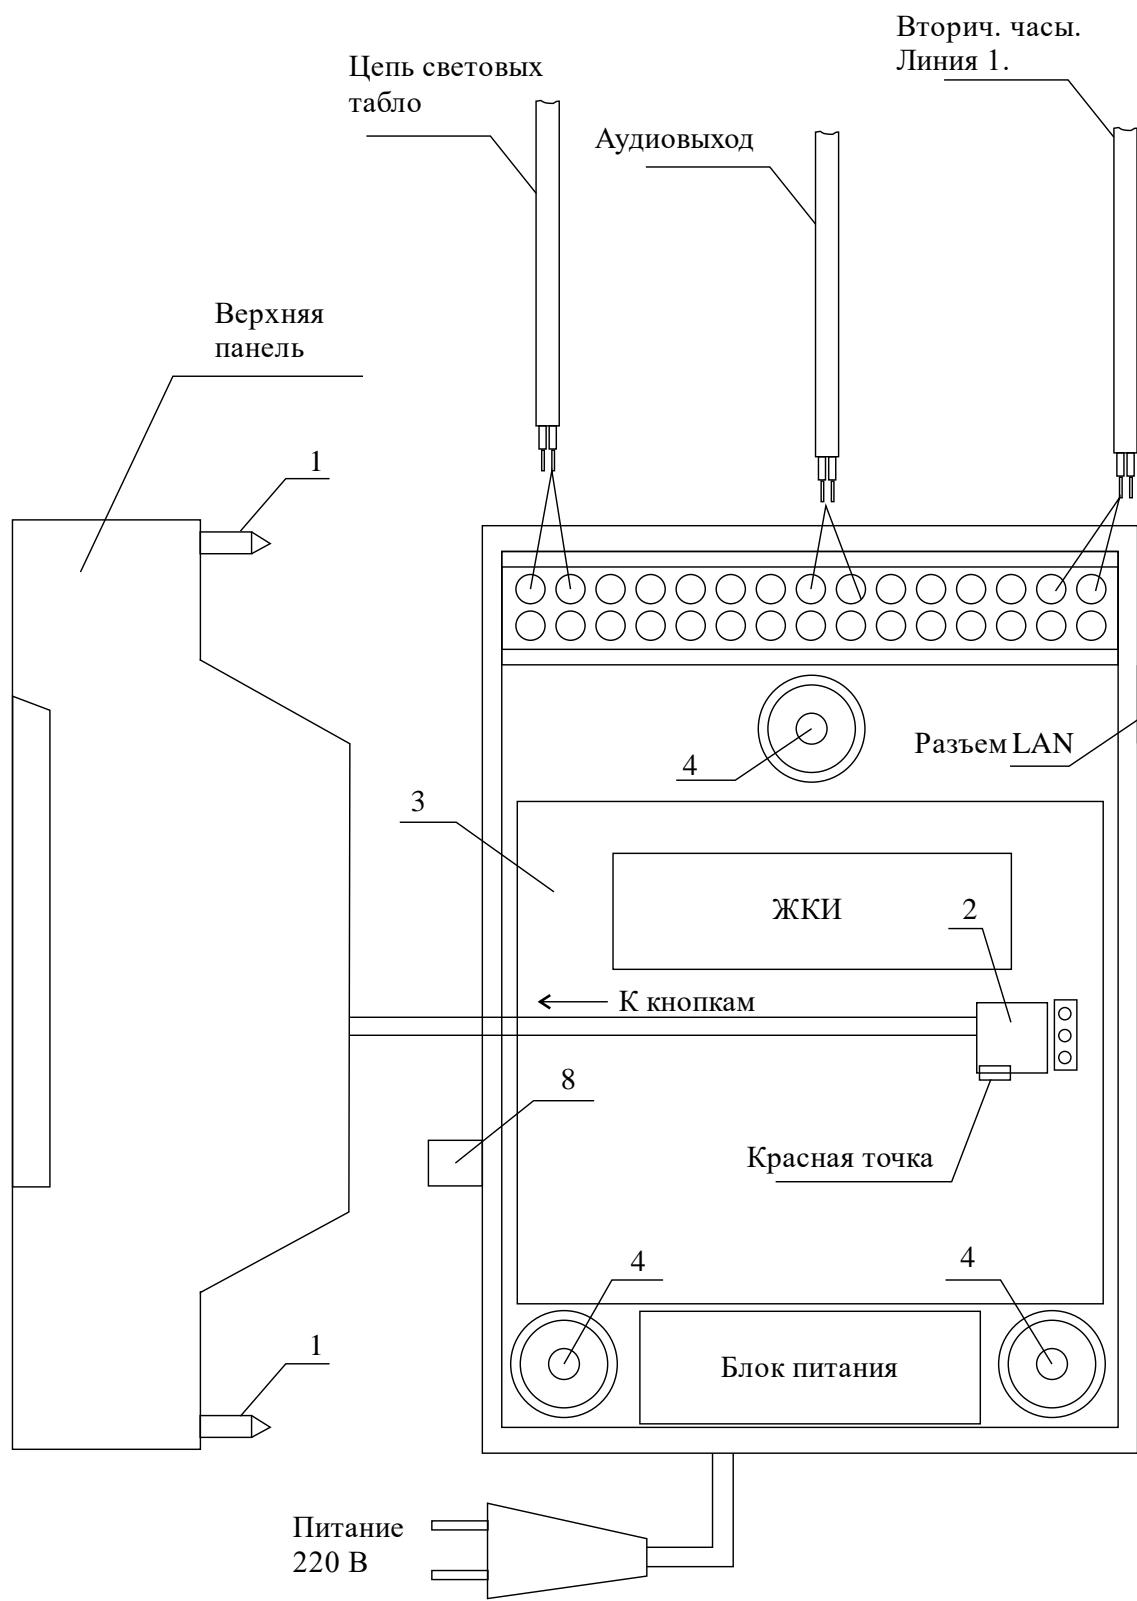

Рис. 1
4.1. Выверните четыре винта 1, расположенных на верхней панели ЧС (см. Рис.1). Снимите верхнюю панель и отсоедините разъем 2, соединяющий кнопки с печатной платой 3.
4.4. Подсоедините линию вторичных часов и кабель от линейного входа усилителя к клеммной колодке станции как показано на рис.1. Полярность подключения кабеля часовой линии произвольна; при подключении кабеля линейного входа усилителя экран или общий провод этого кабеля подключить экрану кабеля, приходящего к клеммам от печатной платы станции.
4.5. Подсоедините кабель цепи включения светового табло как показано на рис. 1 и рис. 2. В соответствии с рисунком для питания светового табло должно использоваться внешнее напряжение 220 В. Внимание! Ток управления световыми табло ограничен (см. п. 2.14)